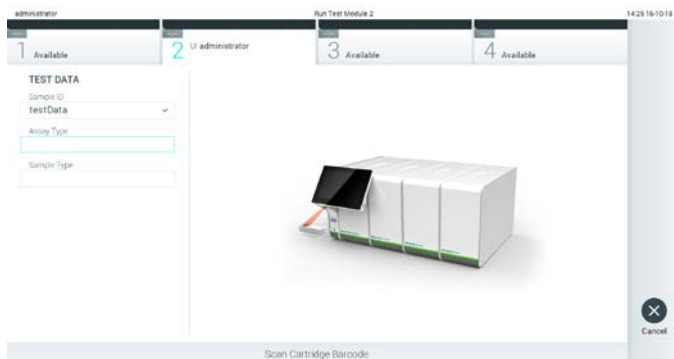

Abbildung 24: Scannen des Barcodes der QIAstat-Dx Assay-Kartusche
3. Scannen Sie nach Aufforderung den Barcode der zu verwendenden QIAstat-Dx Assay-Kartusche. Der QIAstat-Dx Analyzer 1.0 erkennt den auszuführenden Assay automatisch anhand des Barcodes der QIAstat-Dx Assay-Kartusche (Abbildung 24).